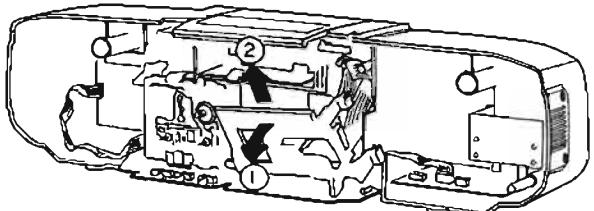

Abb. 5 Fig. 5
- 3. Lautstärkereglerplatte ausbauen (Abb. 5, 6, 7, 8)**
- Lautstärkeregler-Einheit in Pfeilrichtung 1 ziehen und dann in Pfeilrichtung 2 abnehmen (Abb. 5).